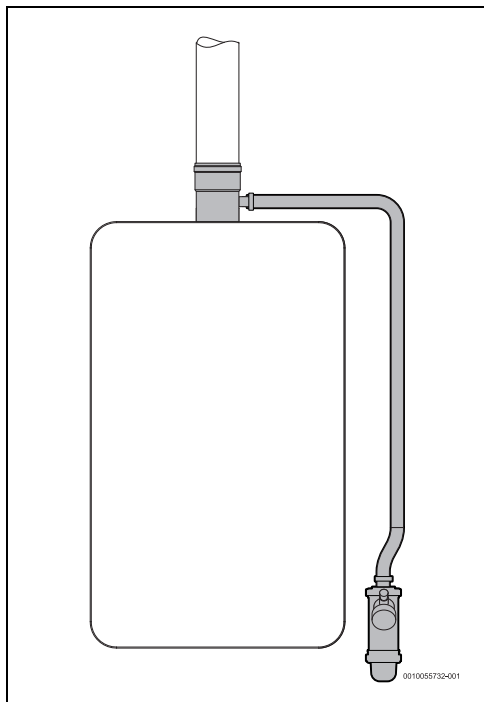

Fig. 17 Sifone per la condensa (condotto verticale)
- il condotto è verticale (Fig. 17), oppure